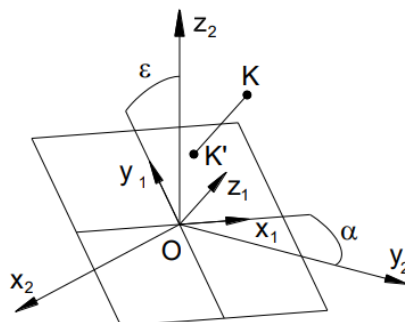

Fig. 1.1. Exemplu de figură
- **Figurile** (imagini, grafice etc.) se numerotează cu două cifre, prima reprezentând numărul capitolului, iar cea de a doua reprezentând numărul figurii din capitolul respectiv. Fiecare figură are număr și titlu, care se menționează sub figură, centrat precedat de cuvântul „Fig.”. Fontul folosit va fi Calibri, 10 pt., italic (stilul *Caption*). Figura trebuie să aibă referință în text (Fig. 1.1.) cât mai aproape de figură. Titlul figurii va fi sugestiv și va explica ce este prezentat în acea figură.